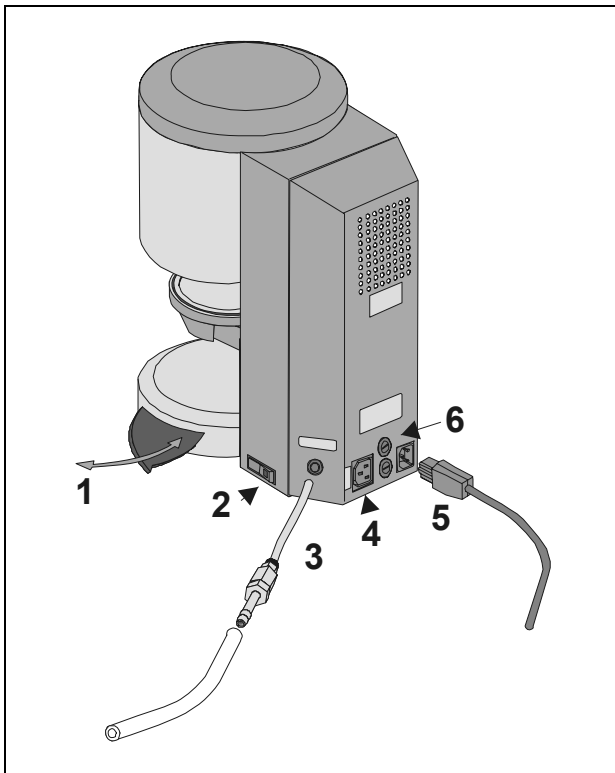

Abb. 1
- Vakuum-Pumpe anschließen (Abb. 1)
- Gerät mit mitgeliefertem Netzanschlusskabel an die Netzspannung anschließen (Abb. 1). Als Anschlusskabel eine Heißgeräte-Zuleitung Typ HO5RR-F 3G1,0 mm² verwenden. Anschluss an Verteilersteckdosen mit Verlängerung vermeiden, bei Überlastung besteht Brandgefahr.
Bei Nichtbenutzung des Gerätes sollte der Lift in die Brennkammer eingefahren und das Gerät mit dem Hauptschalter (s. Abb. 1, Pkt. 2) ausgeschaltet sein. Das Verschließen der Brennkammer schützt die Isolierung und verhindert die Aufnahme von Feuchtigkeit.